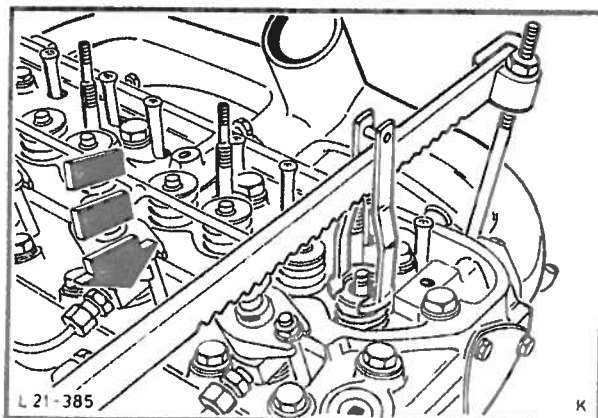

Fig. 142 Press ned ventilfjærene med spesialverktøyet.
3. Demonter ventilfjærene. Beveg stemplet i hver sylinder til øvre dødpunkt. Press ned ventilfjærene og ventiltallerknene med spesialverktøy 21-024 og 03/04. Ta av ventillåsene og slipp opp ventilfjærene, fig. 142.